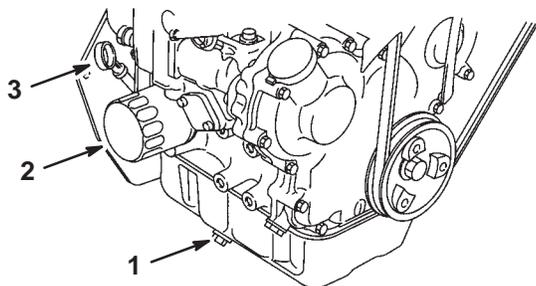

Figure 41
- Placez un bac de vidange sous l'orifice de vidange. Enlevez le bouchon de vidange et laissez s'écouler toute l'huile (Fig. 41).
3. Tournez le filtre dans le sens anti-horaire pour le déposer (Fig. 41 et 45).